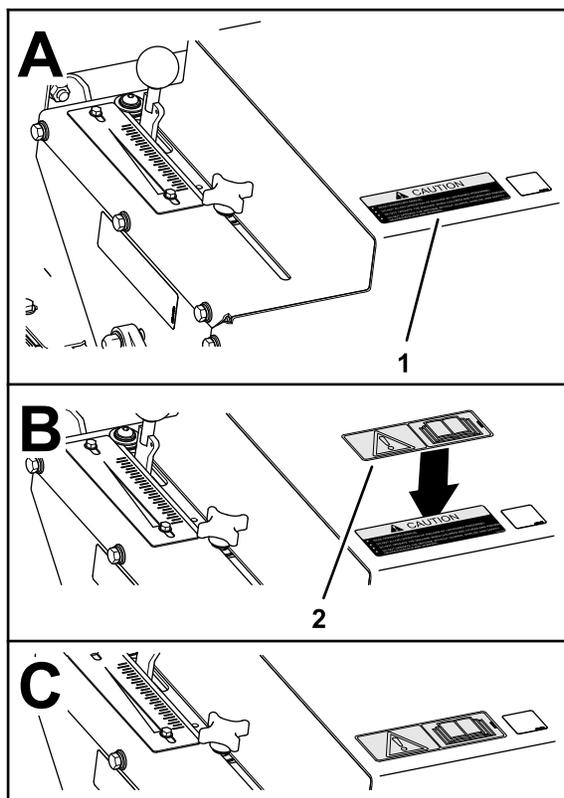

Рисунок 3
1. Очистите поверхность предупреждающей наклейки (Рисунок 3).